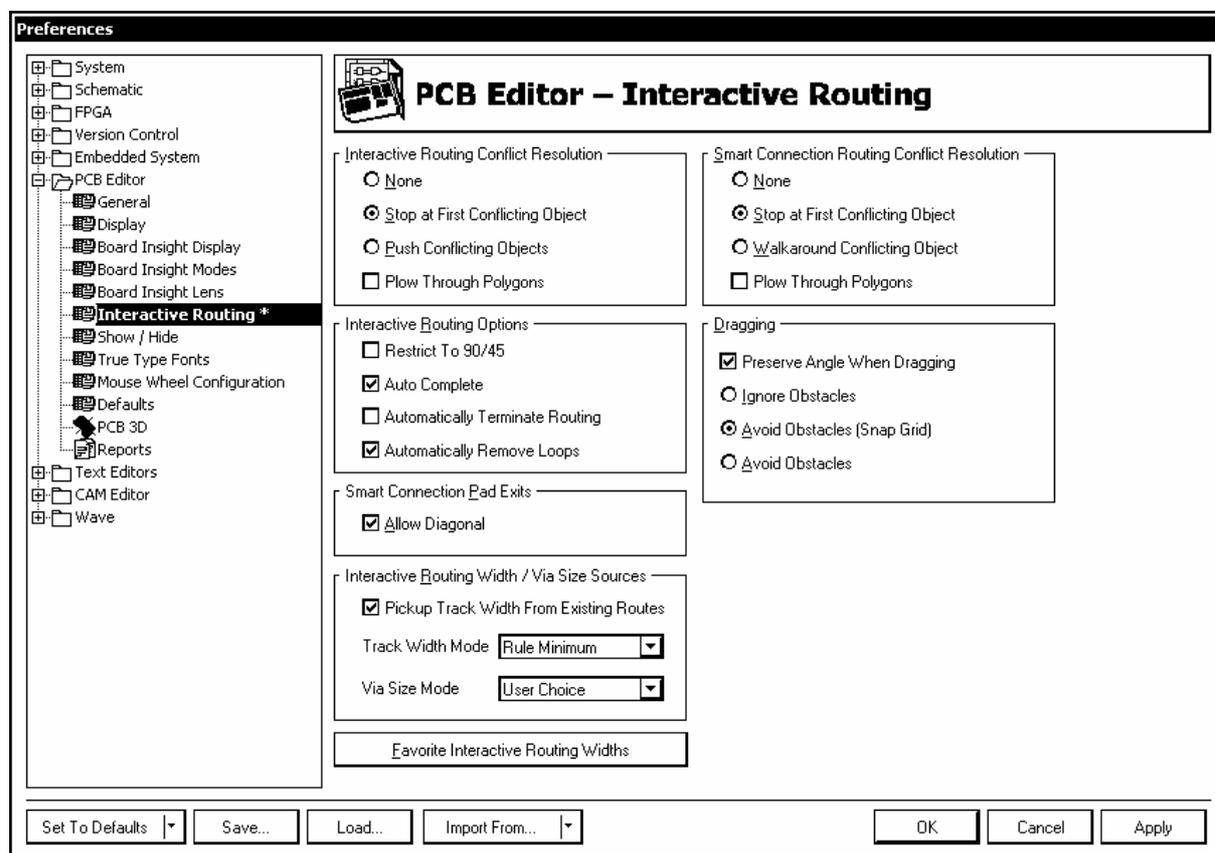

Рис. 7.4
В процессе разводки трасс печатного монтажа постоянно возникают конфликты – на пути печатного проводника оказываются цепи, проведенные ранее, контактные площадки компонентов, запретные зоны и другие препятствия. В правилах Altium Designer 6 предусмотрено несколько способов разрешения конфликтов. Настройка этих правил выполняется в диалоговом окне Preferences, в ветви дерева правил PCB Editor – Interactive Routing (рис. 7.4).
1. Устранение петель. В настройке функций интерактивной трассировки (цепочка команд Tools>>Preferences>>PCB Editor>>Interactive Rooting) активизировать флажок опции Automatically Remove Loops – автоматически удалять петли (см. рис. 7.4). При трассировке сложных проектов печатные проводники могут проходить по весьма сложной траектории. Если при более внимательном взгляде на готовую разводку оказывается, что можно развести некоторые цепи более коротким путем, новая трасса прокладывается вручную по этому короткому пути, а старая трасса автоматически удаляется.